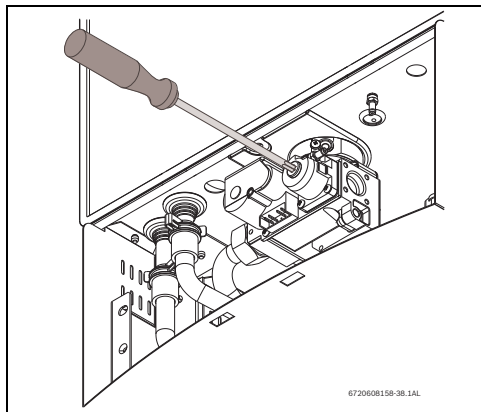

Fig. 51 Ajuste de CO₂ en modo P2
- ▶ Remover la pintura amarilla de precintado/sellado, de la tapa de protección de la parte delantera de la válvula de gas y removerla con una llave Torx nº 40, Fig.51.
- Colocar la tapa de protección de la parte delantera de la válvula de gas, Fig. 51.